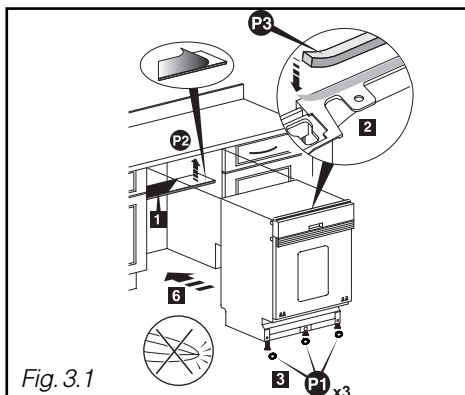

Fig. 3.1
- Collez l'anti-buée **F2** (Fig. 3.1)
- Collez la mousse d'encastrement **F3** (Fig. 3.1)
- Clippez les trois coupelles **P1** sous les patins pour faciliter le glissement du lave-vaisselle (Fig. 3.1).